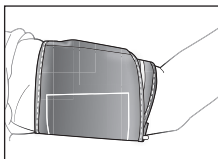

Fig. 6
5. El manguito debe ajustarse cómodamente al brazo, Fig. 6. Debe poder introducir fácilmente un dedo entre el brazo y el manguito.